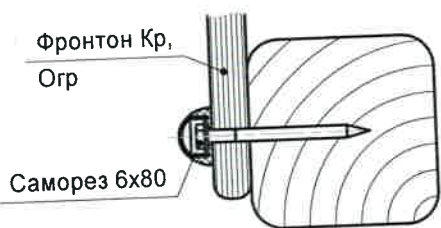

Рисунок 8 - Крепление крыши (Кр) и ограждений (Огр) к столбам
5.1.3 Установить стяжки с кубиками (поз.4) вместе с планками (поз.5) между столбами СТ3 и СТ4, прикрепив планки к столбам (рисунок 8) – шуруп 5x80 – 2 шт.х2, стяжку с вваренными гайками – болт М10х90 впопай (в столба СТ3) + болт М10х110 (в столб СТ4). Для этого предварительно необходимо стяжки с кубиками продеть в отверстия планок, собрав их в единый блок.